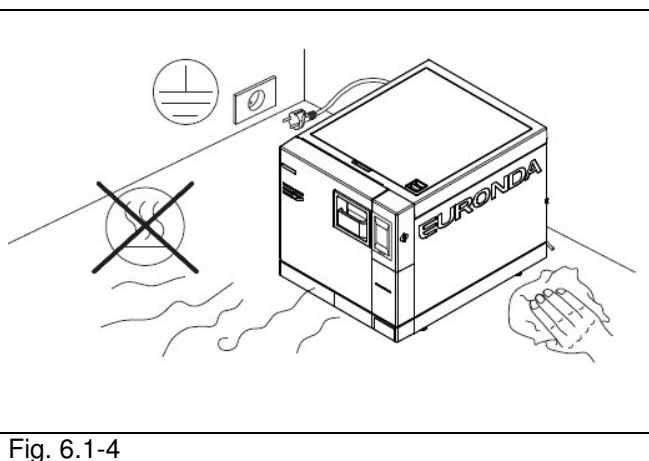

Fig. 6.1-4
- Ne pas installer l'appareil dans des lieux peu ventilés (Fig. 6.1-4).
- Ne pas positionner l'appareil près de sources de chaleur (Fig. 6.1-4).